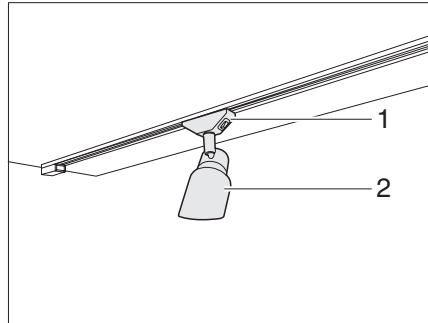

Bild 44 LED-Spotleuchte (Beispiel)
- ▶ Halterung (Bild 44,1) fassen und um 45° drehen.
- ▶ LED-Spotleuchte (Bild 44,2) aus Schienensystem entnehmen.
- ▶ LED-Spotleuchte (Bild 44,2) an gewünschter Position in das Schienensystem einsetzen und um 45° drehen.